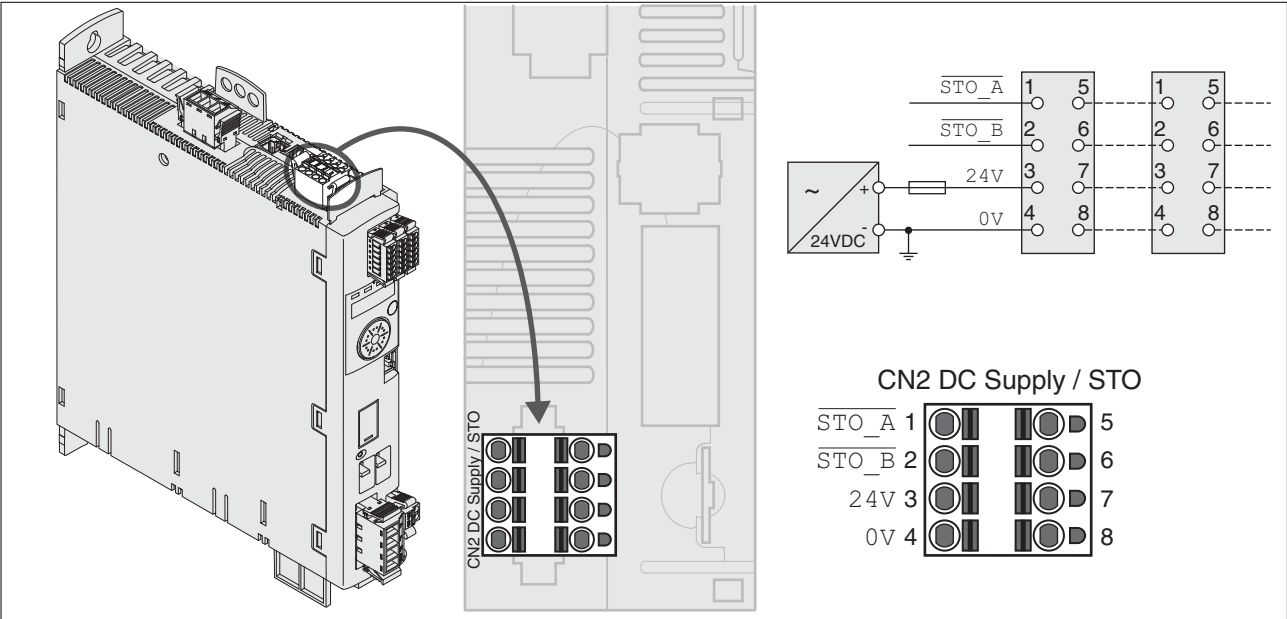

Ilustración 37: Esquema de conexiones de la alimentación del control
- La conexión CN2, clavija 3 y 7, así como CN2, clavija 4 y 8 (véase Ilustración 37) pueden utilizarse como conexión de 24 V/0 V para otros consumidores. 2 Observe la corriente de bornes máxima permitida ("Propiedades del borne de tensión de resorte CN2").